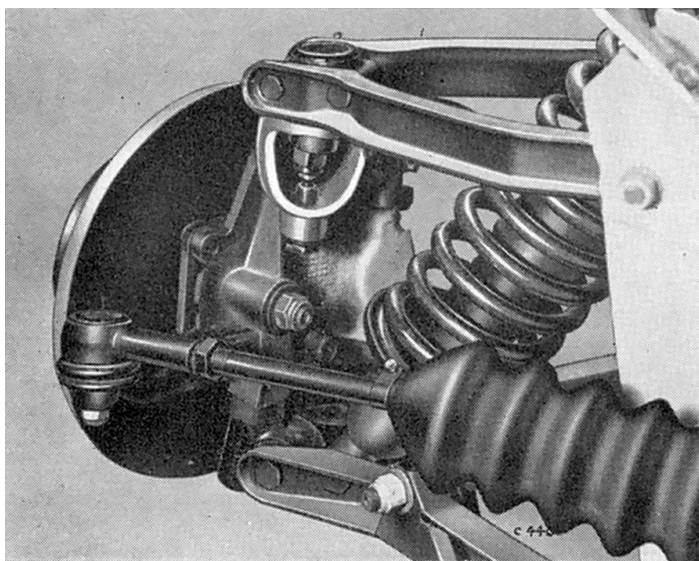

Fig. 31. Au moyen de l'outil No. S.166A, libérer le joint à rotule supérieur du pivot de fusée
5. Enlever l'écrou Nylstop (22) et la rondelle (21) puis, en utilisant un extracteur, séparer le pivot de fusée (18) de la queue conique du joint à rotule (16), comme indiqué Fig. 31.